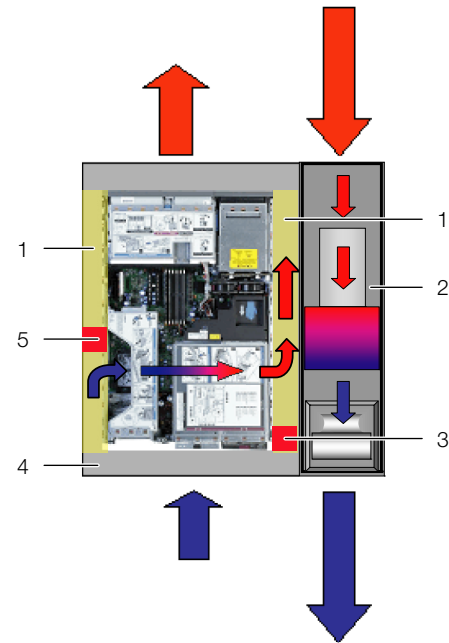

Abb. 12: Anordnung der Schaumstoffstreifen bei seitlich durchströmten Geräten (Draufsicht)
- Sind im Serverschrank mehrere seitlich durchströmte Geräte eingebaut, schneiden Sie entsprechend mehrere Stücke aus dem Schaumstoffstreifen heraus, so dass sich schließlich auf der Höhe jedes seitlich durchströmten Geräts links oder rechts am Serverrack eine Aussparung im Schaumstoffstreifen befindet. Achten Sie darauf, dass sich auf der Warmluftseite der Geräte keine Aussparungen befinden (Abb. 12, Pos. 3).
- Befestigen Sie diese Schaumstoffstreifen nach hinten versetzt auf der Kaltluftseite der Geräte (Abb. 12, Pos. 5). Achten Sie darauf, die Streifen so anzubringen, dass alle in den Geräten verbauten Lüfter Kaltluft ansaugen können bzw. dass keiner der Lüfter verschlossen wird.
Die Schaumstoffstreifen können zwischen der vorderen und hinteren Stütze des Serverracks über die gesamte Tiefe an den seitlich durchströmten Geräten angebracht werden (Abb. 12, Pos. 1).